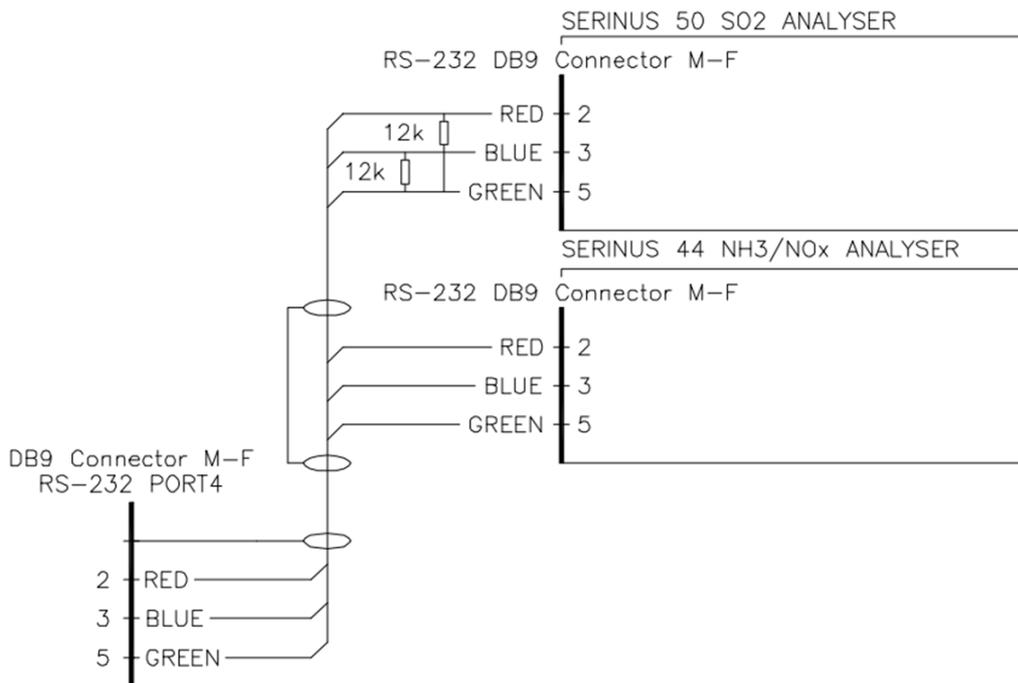

Figure 11 – Exemple de câble RS232 multipoint
- Une résistance terminale doit être placée sur le dernier connecteur du câble (connexion de la broche 2 à la broche 5 et de la broche 3 à la broche 5 – voir la Figure 11).